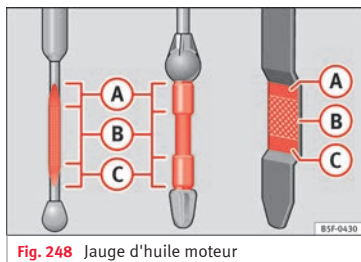

Fig. 248 Jauge d'huile moteur
- Puis retirez-la à nouveau et vérifiez le niveau d'huile »» fig. 248. Faites l'appoint d'huile moteur si nécessaire.
Ne démarrez pas le moteur si le niveau d'huile se trouve au-dessus de la zone » » fig. 248 **A**. Risque d'endommagement du moteur et du catalyseur ! Prenez contact avec un atelier spécialisé.
Le niveau d'huile ne doit en aucun cas dépasser la zone » » fig. 248 **A**. Sinon, de l'huile risque d'être aspirée par l'aération de carter-moteur et parvenir dans l'atmosphère par l'intermédiaire du système d'échappement.